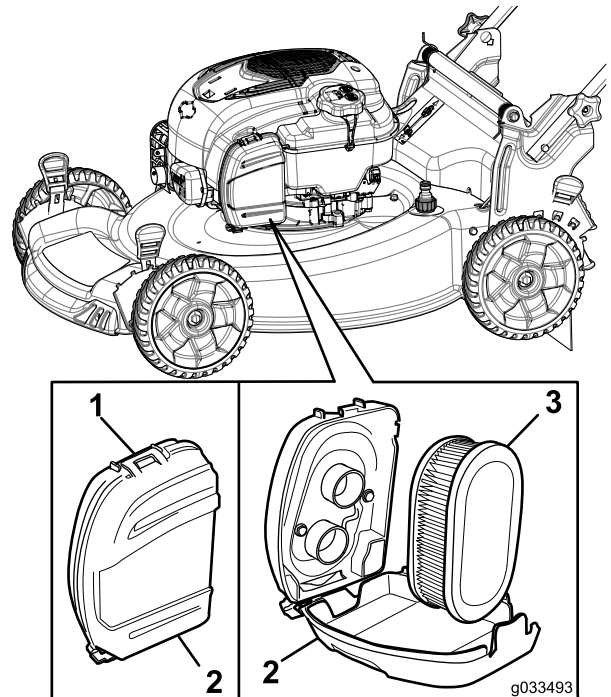

Figure 30
1. Déclipez le couvercle du filtre à air (Figure 30).
2. Déposez le filtre à air (Figure 30).